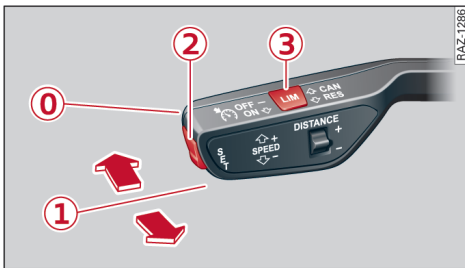

图 109 操纵杆：超越设定车速
- ▶ 要短时间延长驾驶准备完毕功能或重新启用该功能时，请将操纵杆向箭头方向短暂地向胸前拉⇒ 110 页，图 109。